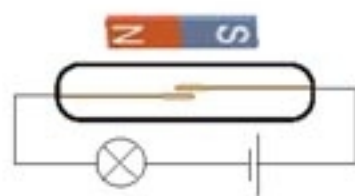

图6.1-2 干簧管
**什么是传感器** 电子电路中常用到一种称为“干簧管”的元件(图6.1-2),它的结构很简单,只是玻璃管内封入的两个软磁性材料制成的簧片。当磁体如图6.1-2所示靠近干簧管时,两个簧片被磁化而接通,所以干簧管能起到开关的作用,操纵开关的是磁场这只看不见的“手”。干簧管是一种能够感知磁场的传感器。